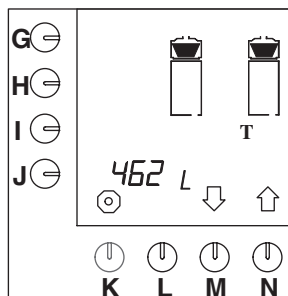

Fig. 50 Totalräkneverk bryggarsystem
- Tryck på valtangenten (N.) ↑ tills fig. 50 visas på displayen.